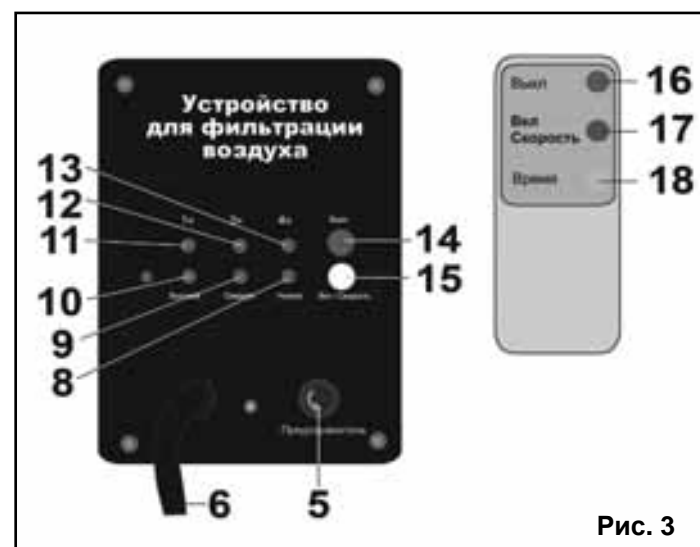

Рис. 3
9.1. Органы управления и контроля (Рис.3):